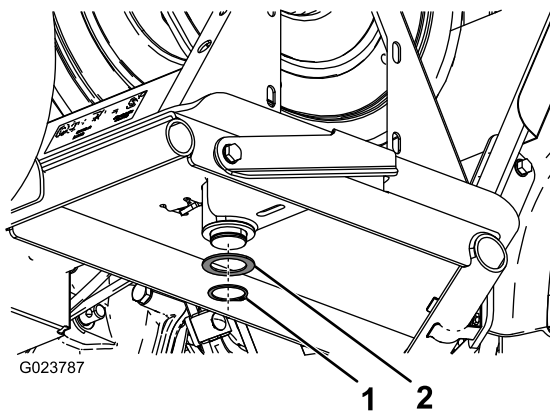

Bild 10
4. Befestigen Sie die Druckscheibe und den Sprengring an der Unterseite des Schlauchtrommelrahmens an der Strebe an der Schwenkplatte (Bild 10).